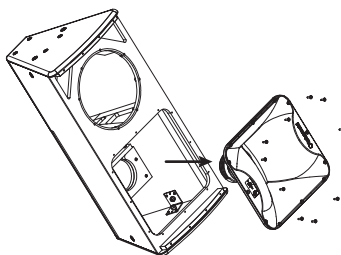

Fig. 4
5. Entfernen Sie die Hornbefestigungsschrauben, mit denen das Horn am Gehäuse befestigt ist, und heben Sie das Horn und die Kompressionstreiberbaugruppe heraus (Abb. 4). (Falls dies zu Wartungs- oder Austauschzwecken erforderlich ist, trennen Sie die Kabel vom Kompressionstreiber und notieren Sie sich die Polarität zum späteren Wiederanschließen.)
11. Bringen Sie die Hupenbefestigungsschrauben wieder an und ziehen Sie sie fest, um die Hupe wieder im Gehäuse zu befestigen (Abb. 4).